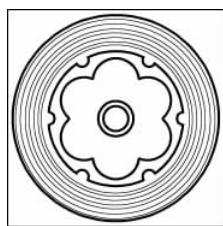

图 5-64 产生的挖槽刀具路径
(9) 单击“确定”按钮，结束挖槽参数设置，系统开始进行挖槽加工刀具路径计算，结果如图 5-64 所示。